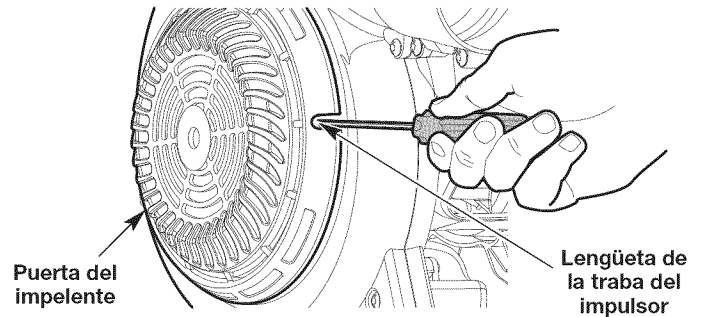

Fig. 5
1. Inserte un destornillador de cabeza plana en el orificio de la puerta del impulsor y empuje la lengüeta de la traba hacia adentro (Fig. 5). Abra la puerta del impulsor.